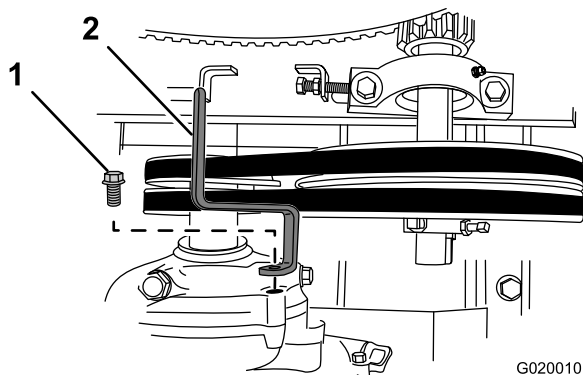

Figure 57
3. Retirez le boulon qui fixe le guide-courroies au moteur, et déposez le guide (Figure 57).
7. Fixez légèrement le guide-courroies au moteur (**Figure 57**) avec le boulon retiré à l'opération 3 de Dépose des courroies \(page 35\).